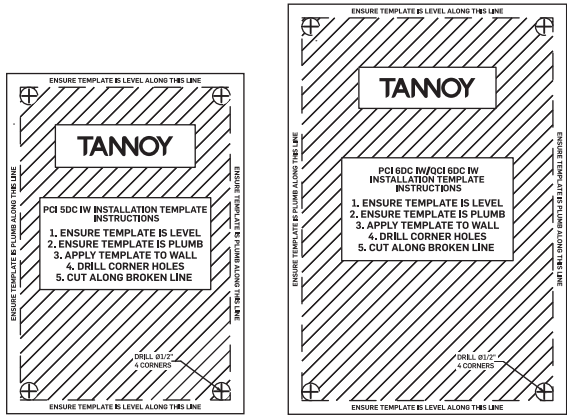

Fig. 1. Cutout Templates
2. Utilice las plantillas de recorte suministradas (Fig. 1) en la ubicación deseada y corte con cuidado un agujero en el panel de yeso con una herramienta manual adecuada. Quite el polvo y la suciedad del orificio (Fig. 2).